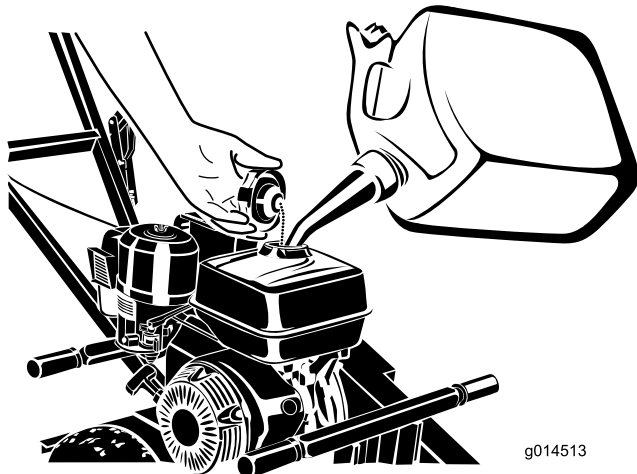

Figure 9
3. Nettoyez la surface autour du bouchon du réservoir et enlevez le bouchon (Figure 9).